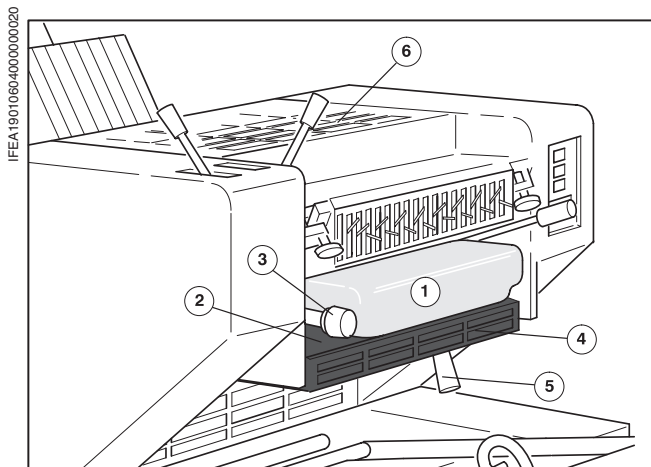

Рис. 15 Емкость для увлажняющего раствора и поворотная ручка для дозировки увлажняющего раствора
- ❶ Снять емкость для увлажняющего раствора (Рис. 15/❶).
- ❷ Установить поворотную ручку для дозировки увлажняющего раствора (Рис. 15/❷) в позицию "5".
- ❸ Поднять защитное ограждение под емкостью для увлажняющего раствора (Рис. 15/❸).
- ❹ Опустить защитное ограждение перед ванной для увлажняющего раствора (Рис. 15/❹).
- ❺ **Вынуть ванну для увлажняющего раствора.**
- ❻ Рычаг (Рис. 15/❺) поднять, чтобы соединить аппарат увлажнения 2 с красочным аппаратом 2.
- ❷ Закрыть оба защитных ограждения и запустить машину.
- ❸ Распылить средство для смывки через отверстие в защитном ограждении над красочным аппаратом (Рис. 15/❸) на красочные валики. Для улучшения смывки нанести средство для смывки на валики сначала на одной стороне, а через некоторое время смыть валики на другой стороне.
- ❹ По завершении смывки рычаг (Рис. 15/❹) опустить, чтобы разделить увлажняющий и красочный аппараты.